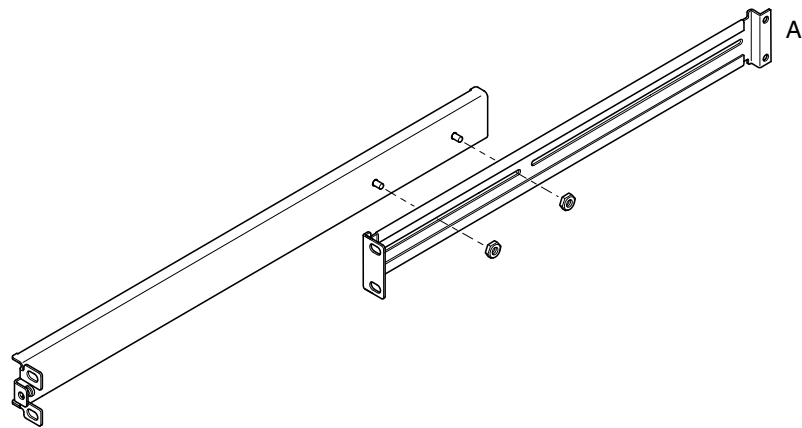

図 5-2 スライドの組み立て (Sun StorEdge 72 インチラックの場合)
- サンの 72 インチラック (幅 19 インチ) の場合は、A の部分がラックの背面側に来るようにします (図 5-2 を参照)。